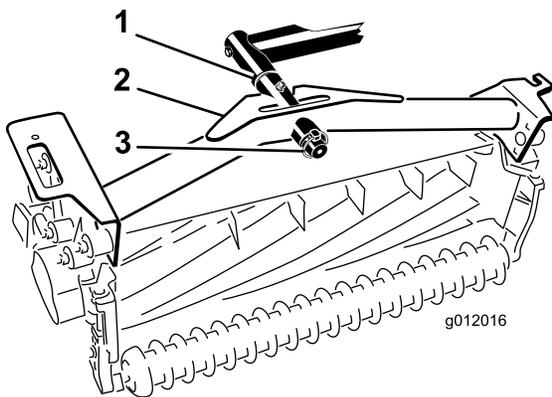

図 20
- ピボットロッドに、カッティングユニットのキャリアフレームを取り付け、リンチピンで固定する 図 20。